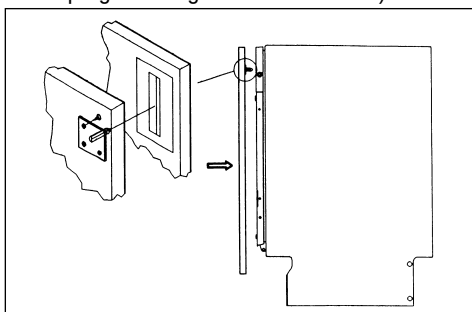
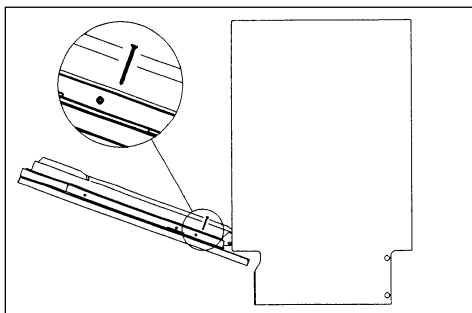

fig. 18a
fig. 18b
- Bevestig het paneel op de deur van de vaatwasser door de bovenste pennen (fig. 18a) in de sleuven van het kunststof gedeelte te drukken. Schuif het paneel iets omhoog. Schroef het paneel vanaf de binnenzijde vast, zoals aangegeven in fig. 18b.